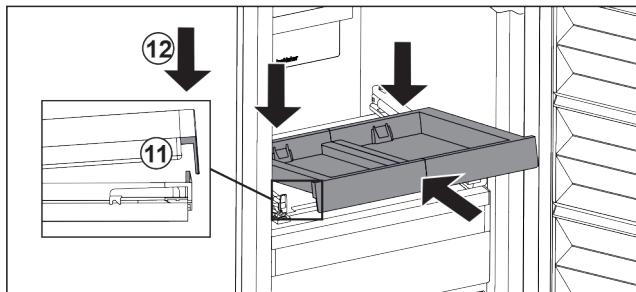

Fig. 33
- Gurnite ukoso. Pazite na to da je na obje strane graničnik iza jezička. Fig. 33 (11)
- Spustite izvlačnu ploču naprijed. Fig. 33 (12)